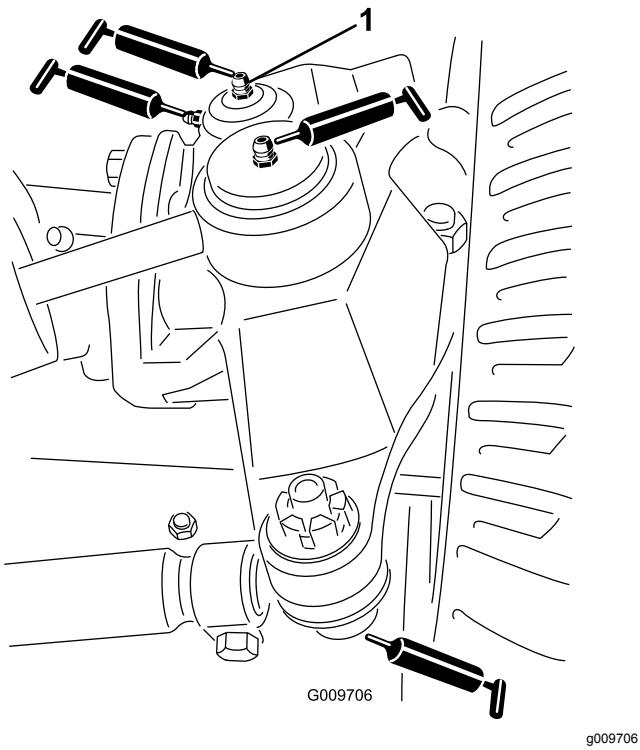

Figura 60
- Giunti a sfera del cilindro di sterzo (2) come illustrato nella Figura 60
- Giunti a sfera del tirante (2) come illustrato nella Figura 60
- Boccole del perno del fuso a snodo (2) come illustrato nella Figura 60